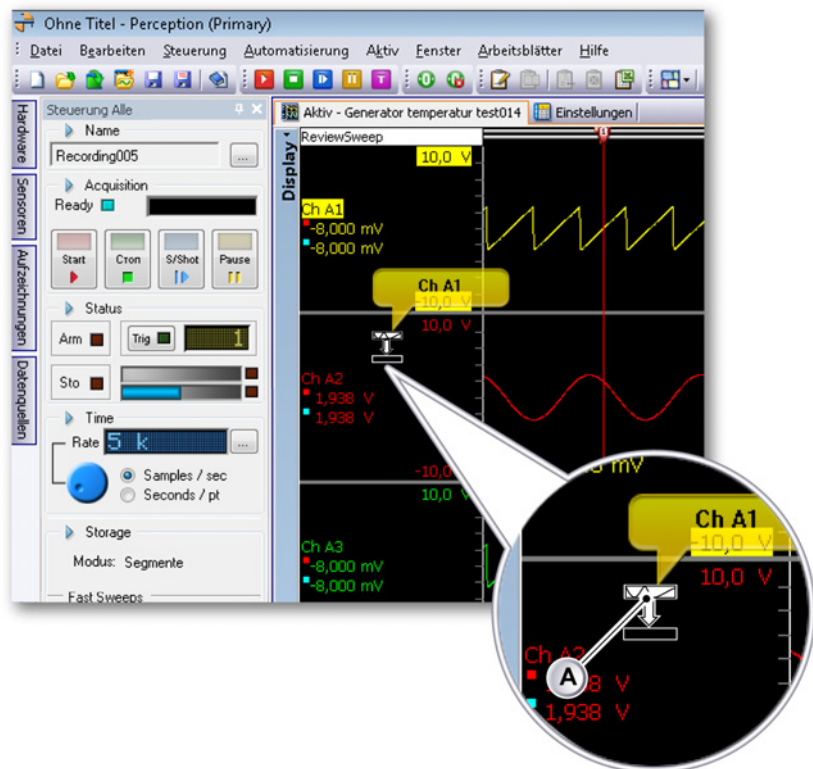

Abbildung 6.15: Die Kurve über das Anzeigespuren-Trennzeichen ziehen
- 2 Ziehen Sie sie über ein Anzeigespuren-Trennzeichen wie in Abbildung 6.15 dargestellt.